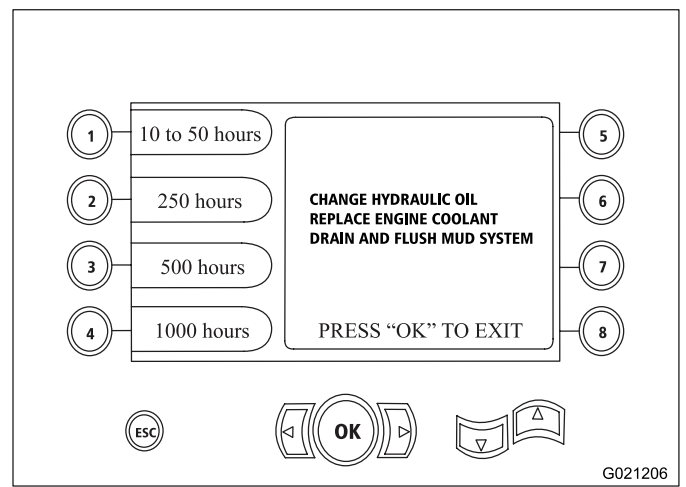

Figura 27
- Botón 4—Programa de mantenimiento de 1000 horas (Figura 27)